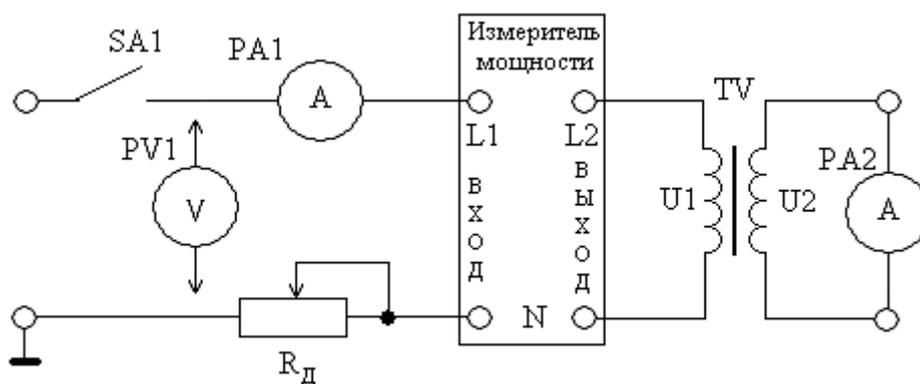

Рисунок 2 – Схема для проведения опыта короткого замыкания
2.2. Исследовать трансформатор в режиме номинального короткого замыкания для этого собрать электрическую цепь (Рис. 2). Представить схему для проверки преподавателю. Рассчитать по номинальным значениям номинальные токи трансформатора по формулам.